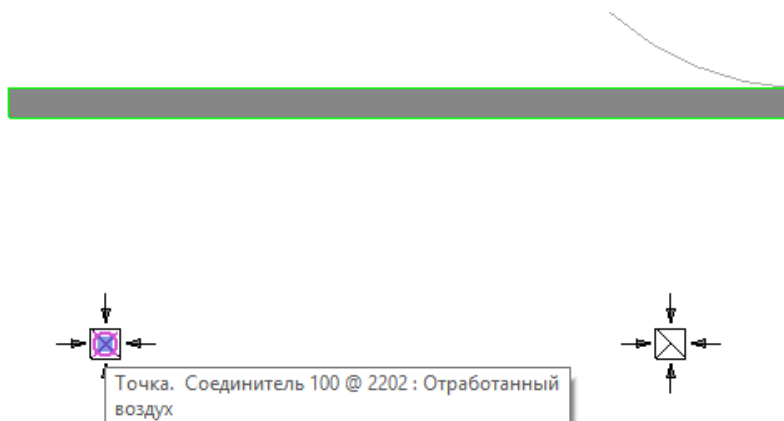

Рисунок 5.13. Присоединение воздуховода к соединителю
5.2. В меню «Свойства» выбрать тип воздуховода (в данном случае круглый), установить диаметр воздуховода, и далее направить курсор на центр решетки (рис. 5.13).